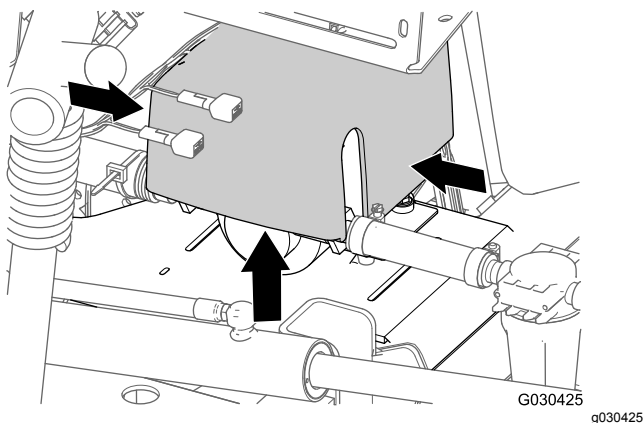

Figura 5
1. En la parte trasera de la máquina, presione los lados de la tapa de la bomba de enjuague y tire de la tapa hacia arriba hasta que las pestañas de la tapa salgan de las ranuras de la placa base, y retire la tapa de la máquina (Figura 5).